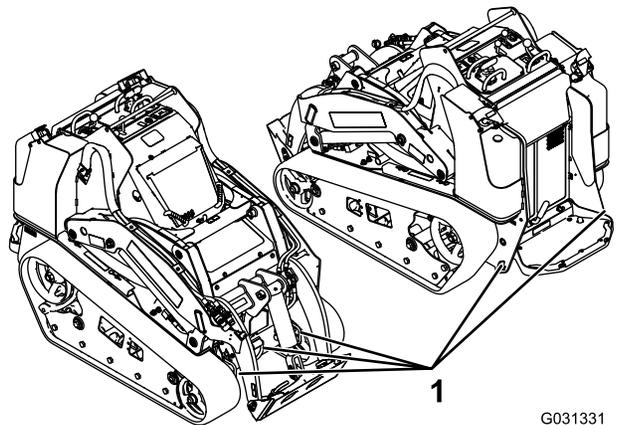

図 29
8. 機体についているロープ掛けポイントを使い、チェーンやロープ、ワイヤなど適切なものでしっかりと機体をトレーラに固定する図 29。ロープ掛けや積荷固定については各地域の法令などに従ってください。
ロープ掛けポイントを吊り上げポイントとして利用することができます 図 29を参照。